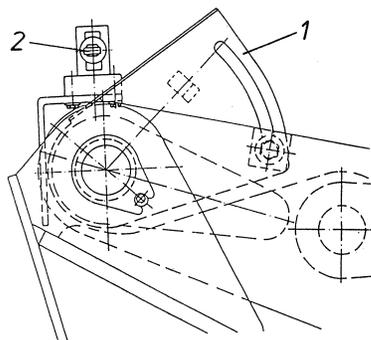

fig.: 12
Régler la hauteur désirée à l'aide de la coulisse de réglage (fig. 12/1).
- Desserrer le boulon hexagonal de la coulisse de réglage (fig. 12/1) et tourner la coulisse jusqu'à ce que l'obturateur de la soupape (fig. 12/2) soit enfoncé,